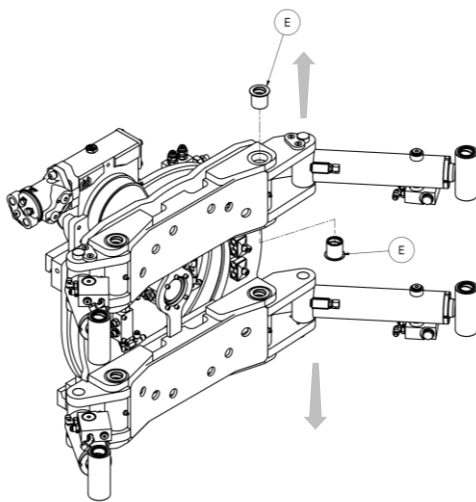

Figure 4
6. Après avoir retiré les mâchoires, retirer toutes les bagues « E » présentes Figure 4.